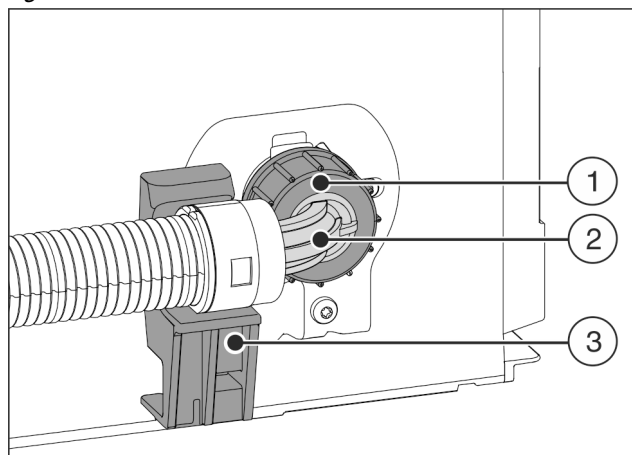

Fig. 23
- ▶ Umiestnite a pridržiňte zahnutý koniec hadice Fig. 23 (2) horizontálne na držiaku Fig. 23 (3).
- ▶ Naskrutkujte maticu Fig. 23 (1) rukou na závit, kým nedosiahnete bezpečné, pevné utiahnutie.